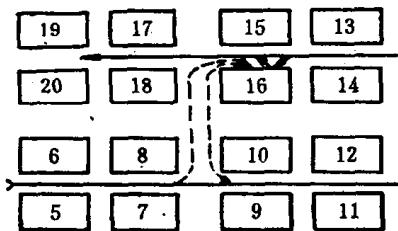

图 7
**说明** 如图 7 所示，按箭头方向巡回检查完 7 号和 8 号车时，发现 16 号车停台，如立即机动进行处理，会多走冤枉路。应按规律巡回到 15 号车时，进行处理。路线不长，而且可以加速巡回，争取提前开车。